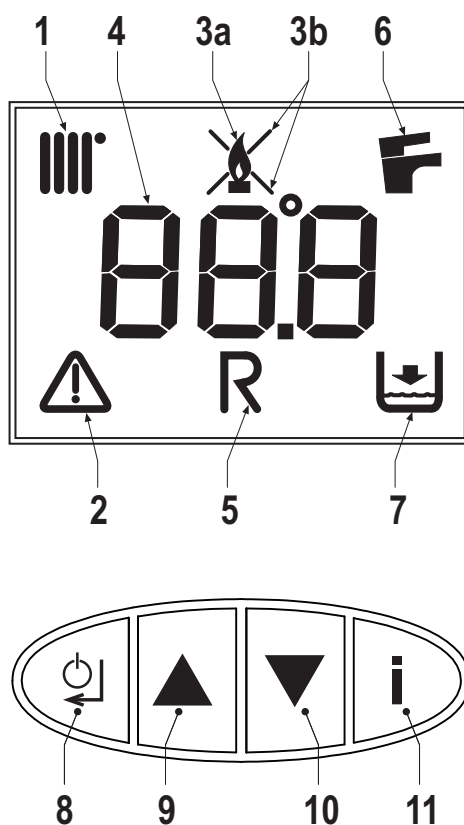

fig. 1 - Pannello comandi
La richiesta riscaldamento (generata da Contatto Richiesta, Termostato Ambiente o Cronocomando Remoto) è indicata dall'attivazione del radiatore (part. 1 - fig. 1).
Il display multifunzione (part. 4 - fig. 1) visualizza la temperatura del sensore riscaldamento e durante il tempo di attesa riscaldamento la scritta "d2".
La richiesta sanitario (generata dal prelievo di acqua calda sanitaria) è indicata dall'attivazione del rubinetto (part. 6 - fig. 1).
Il display multifunzione (part. 4 - fig. 1) visualizza la temperatura del sensore sanitario e durante il tempo di attesa sanitario la scritta "d1".
Premere il tasto on/off (part. A - fig.1) per 5 secondi.
Quando il dispositivo viene spento, la scheda elettronica è ancora alimentata elettricamente. E' disabilitato il funzionamento sanitario e riscaldamento. Rimane attivo il sistema antigelo. Per riaccendere il dispositivo, premere nuovamente il tasto on/off (part. A - fig.1) per 5 secondi.
Per accedere al menù delle impostazioni utente, sarà necessaria una pressione del tasto Info (part. 11 - fig. 1).
Premere il tasto Info (part. 11 - fig. 1) fino a visualizzare il parametro **u01** del menù impostazioni utente.
Premere il tasto Invio (part. 8 - fig. 1): viene visualizzato l'attuale valore del parametro **u01**.
Agire con i tasti (part. 9 e 10 - fig. 1) per variare la temperatura da un minimo di 30°C ad un massimo di 85°C.
Premere il tasto Invio (part. 8 - fig. 1) per confermare l'impostazione.
Successivamente premere il tasto Info (part. 11 - fig. 1) fino ad uscire dal menù stesso.
Premere il tasto Info (part. 11 - fig. 1) fino a visualizzare il parametro **u02** del menù impostazioni utente.
Premere il tasto Invio (part. 8 - fig. 1): viene visualizzato l'attuale valore del parametro **u02**.
Agire con i tasti (part. 9 e 10 - fig. 1) per variare la temperatura da un minimo di 10°C ad un massimo di 65°C.
Premere il tasto Info (part. 11 - fig. 1) fino a visualizzare il parametro **u03** del menù impostazioni utente.
Premere il tasto Invio (part. 8 - fig. 1): viene visualizzato l'attuale valore del parametro **u03**.
Agire con i tasti (part. 9 e 10 - fig. 1) per impostare la modalità Estate (0) o la modalità Inverno (1).
Premere il tasto Info (part. 11 - fig. 1) fino a visualizzare il parametro **u04** del menù impostazioni utente.
Premere il tasto Invio (part. 8 - fig. 1) viene visualizzato l'attuale valore del parametro **u04**.
Agire con i tasti (part. 9 e 10 - fig. 1) per impostare la modalità Economy (0) o Comfort (1).
Successivamente premere il tasto Info (part. 11 - fig. 1) per uscire dal menù stesso.
Premere il tasto Info (part. 11 - fig. 1) fino a visualizzare il parametro **u05** del menù impostazioni utente.
Premere il tasto Invio (part. 8 - fig. 1): viene visualizzato l'attuale step di potenza massima.
Agire con i tasti (part. 9 e 10 - fig. 1) per variare la potenza massima: da 1 (Step minimo) a 5 (Step massimo).
Successivamente premere il tasto Info (part. 11 - fig. 1) per uscire dal menù stesso
Premere il tasto Info (part. 11 - fig. 1) fino a visualizzare il parametro **u06** del menù impostazioni utente.
Premere il tasto Invio (part. 8 - fig. 1): viene visualizzato l'attuale valore del parametro **u06**.
Agire con i tasti (part. 9 e 10 - fig. 1) per variare la metodologia di funzionamento:
Premere il tasto Info (part. 11 - fig. 1) fino a visualizzare l'informazione **u07** del menù impostazioni utente.